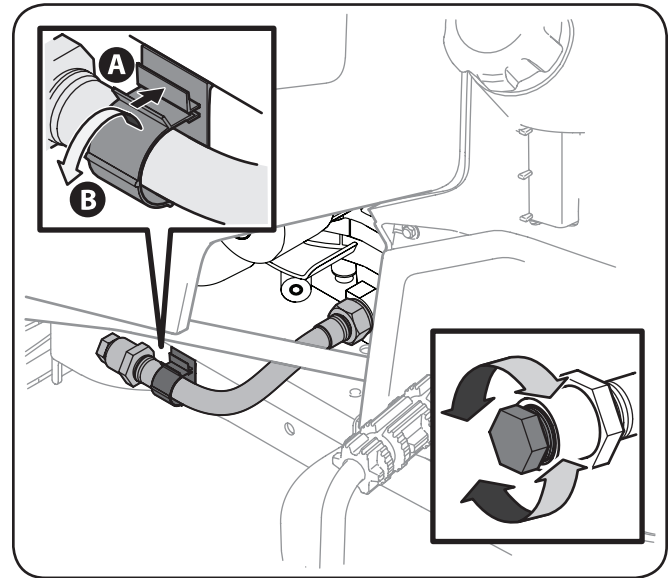

Figura 6-1
4. Retire la manguera de drenaje de aceite de la traba del lado izquierdo del chasis. Consulte Figura 6-1.
5. Retire el tapón de la manguera de drenaje de aceite del extremo de la manguera. Consulte Figura 6-1. Drene el aceite del motor dentro del recipiente.